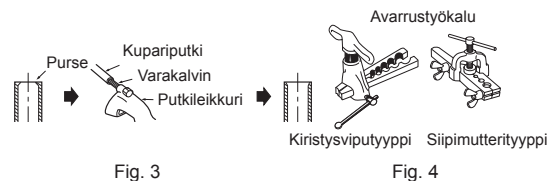

Fig. 3
- 2) Poista kaikki purseet putken poikkileikkausreunasta. (Fig. 3)